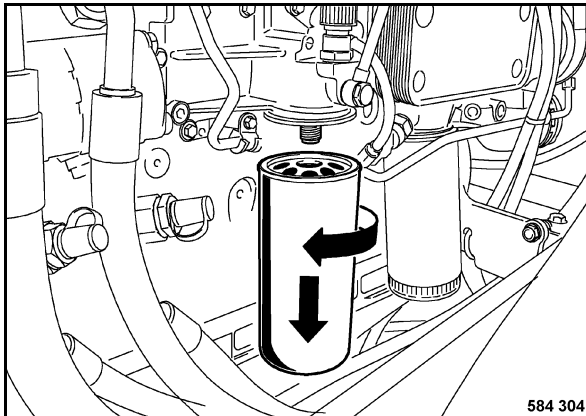

Fig. 183
- Soltar y desenroscar el cartucho filtrante (Fig. 183) con una llave de cinta apropiada.